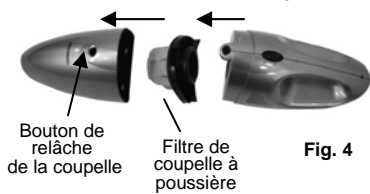

Fig. 4
2. Vérifiez que le filtre à poussière est à l'intérieur et rattachez la coupelle sur l'aspirateur portatif. (Fig. 4)